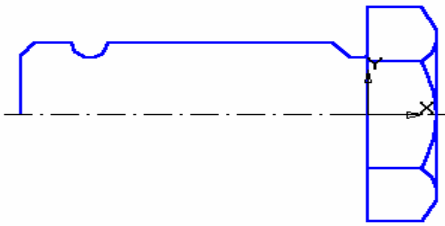
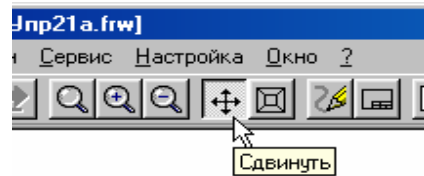

Рис. 6.11.
Рис. 6.12.
4. Побудуйте верхню частину циліндричної поверхні, виконайте фаски і округлення, рис. 6.11. При необхідності лист креслення можна зсунути кнопкою *Зсунути*, рис. 6.12.